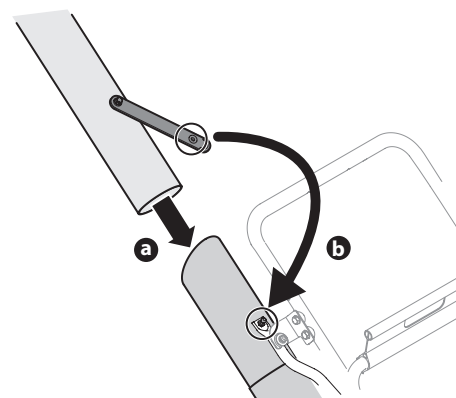

Figura 14
- b. Correa segura en extensión de manguera para fijar en asamblea de manguera. Vea la Figura 14.